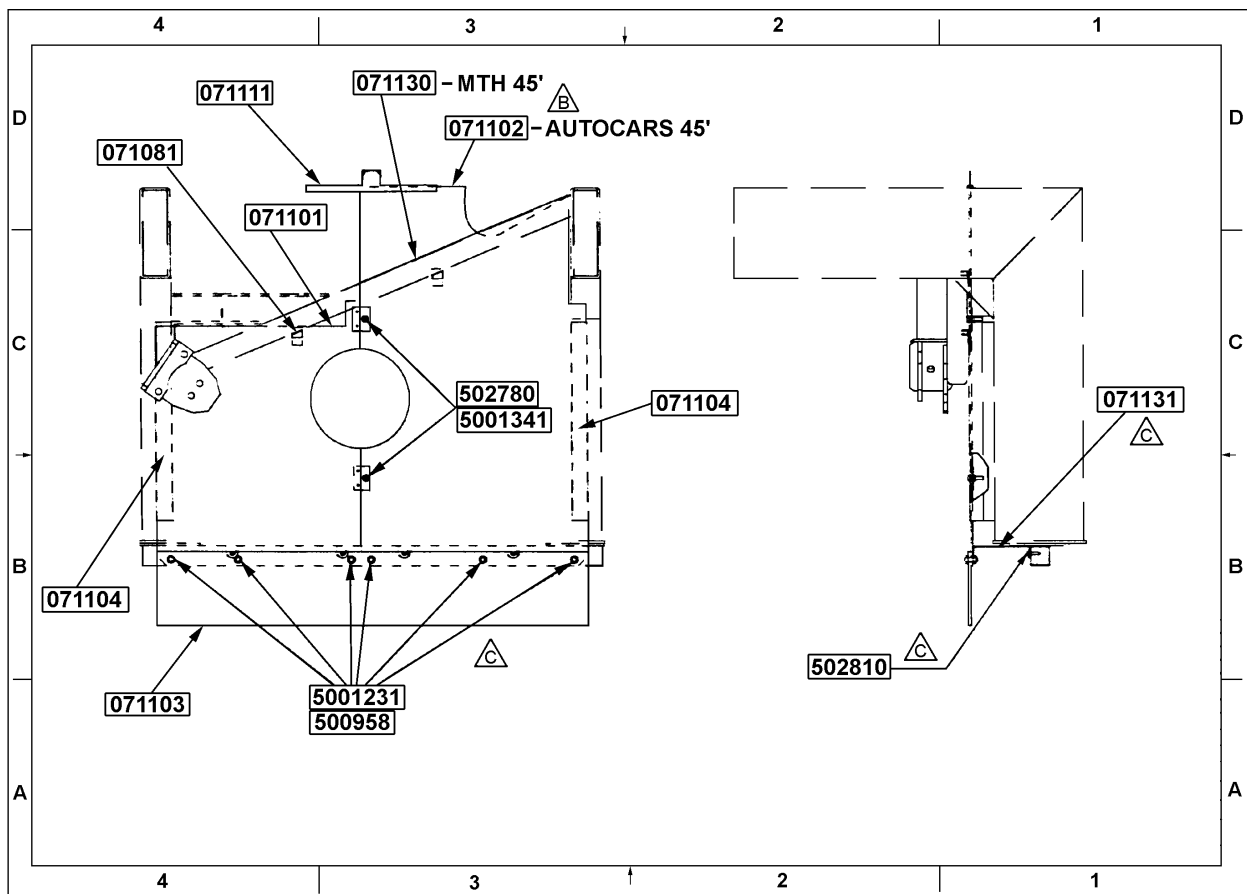
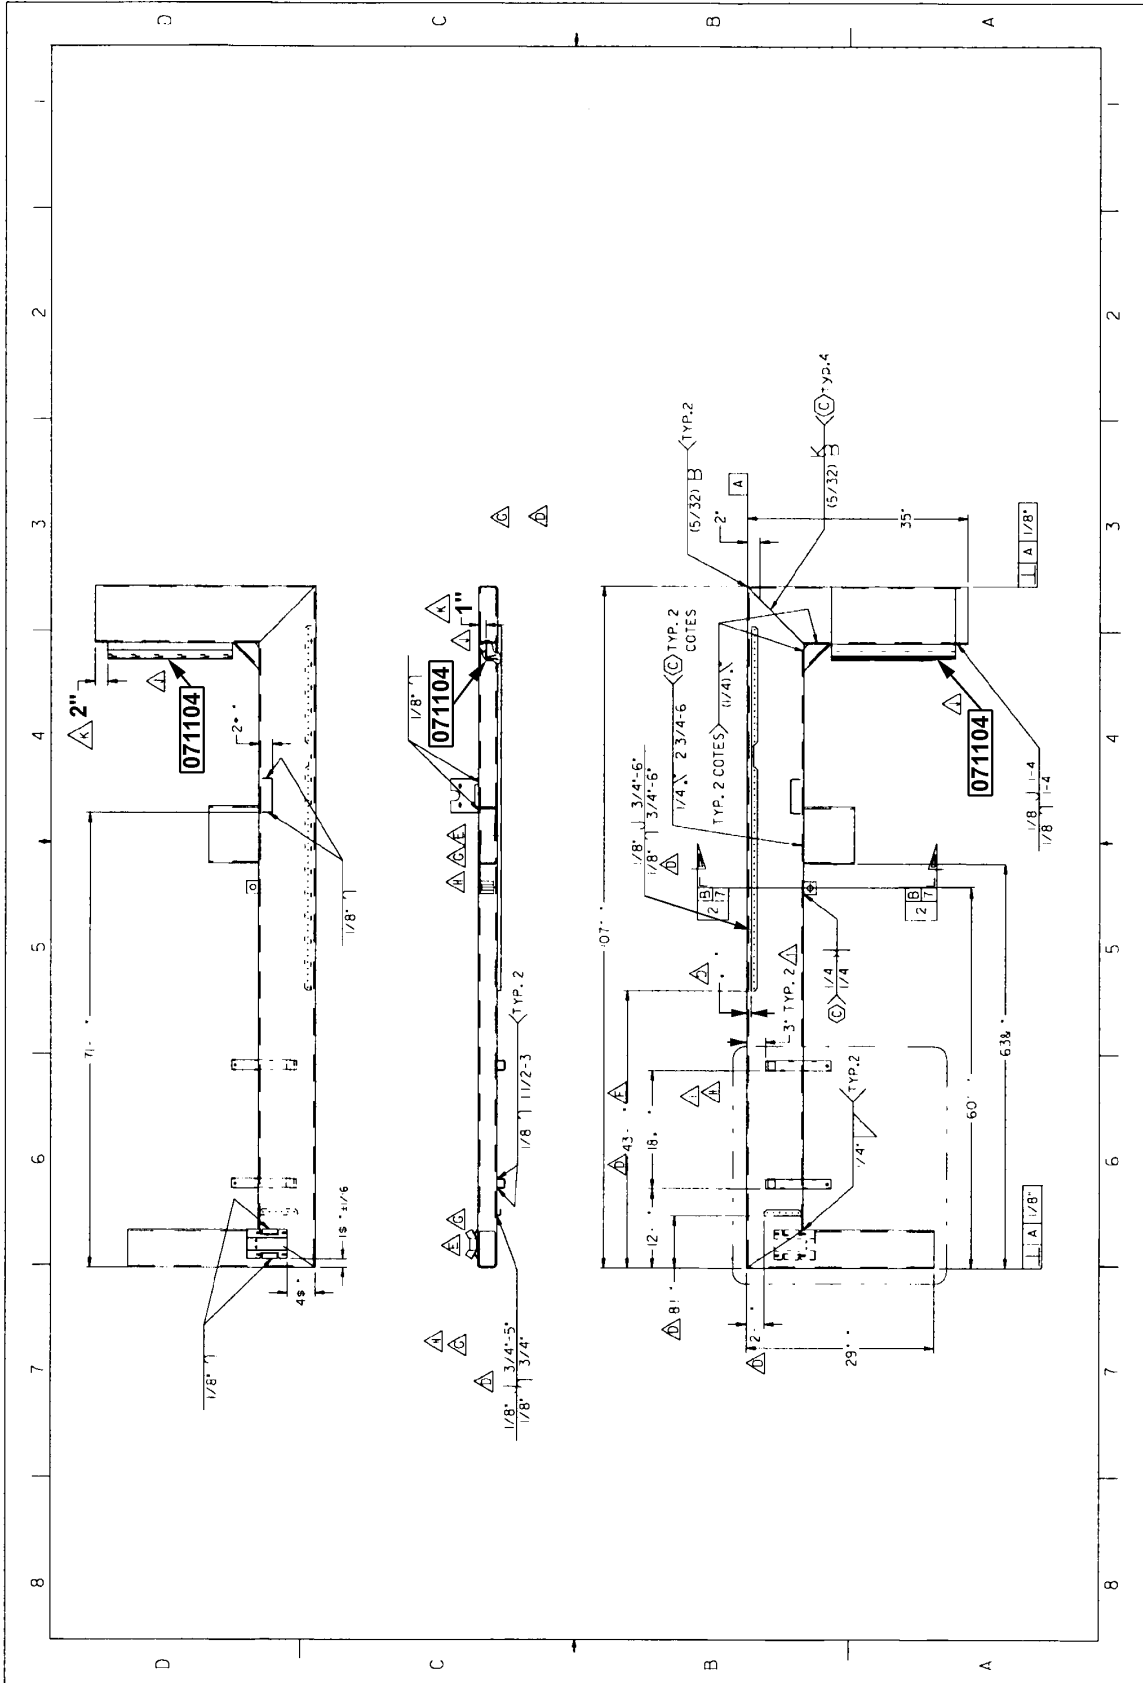

FIGURE 1 : PANNEAUX DE PROTECTION DE LA TRANSMISSION POUR LES VÉHICULES DE SÉRIE XL
FIGURE 3 : INSTALLATION DU SUPPORT LATÉRAL DROIT SUR LE LONGERON
1. Souder les deux supports (Prévost #071081) sur la traverse en se référant aux cotes de soudure (voir figures 1 et 2). Souder les supports latéraux (Prévost #071104) sur les montants (voir figures 3 et 4). Laisser les soudures refroidir puis enlever les scories (résidus de soudure). Repeindre les surfaces.
2. Fixer le support (Prévost #071131) sur la traverse à l'aide des quatre vis (Prévost #502810). Glisser les panneaux de protection gauche (Prévost #071130) et droit (Prévost #071101) dans les supports latéraux suffisamment pour les soutenir par le haut à l'aide des deux supports (Prévost #071081). Fixer les deux panneaux à l'aide des deux vis (Prévost #502780) et rondelles (Prévost #5001341). Installer le panneau de protection de caoutchouc (Prévost #071103) et fixer l'ensemble comprenant le panneau (Prévost #071103), les panneaux de protection gauche et droit et le support (Prévost #071131) à l'aide des six vis (Prévost #5001231) et des rondelles (Prévost #500958) (voir figure 1).